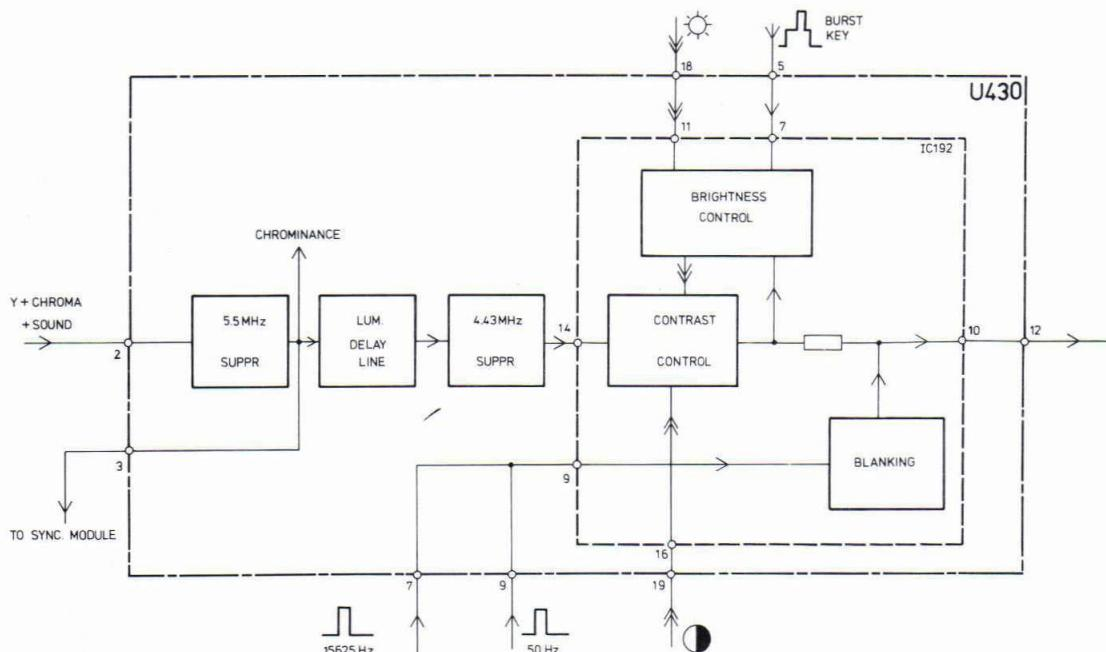

Fig. IV-1
1. Blokschematisch (Fig. IV-1)